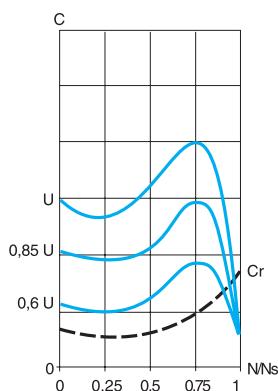

Рис. 2
■ На рис. 2 приведена зависимость момента/скорости асинхронного короткозамкнутого двигателя от напряжения питания.